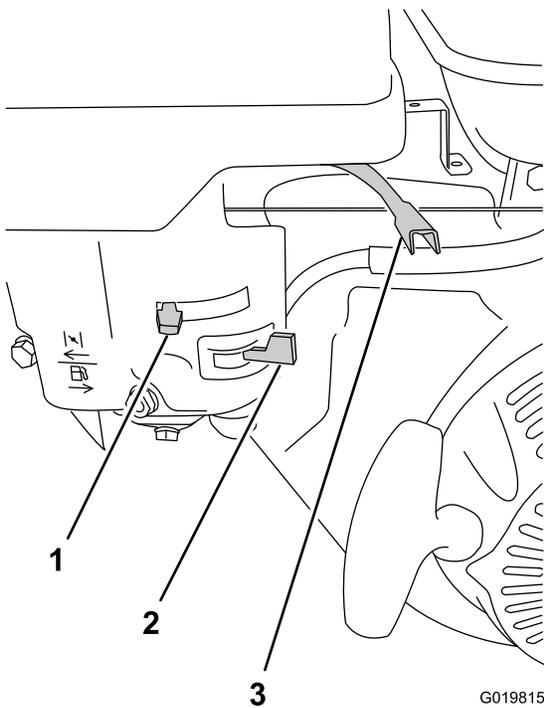

Figura 35
2. Mueva la válvula de combustible a la posición de ABIERTO, totalmente hacia la derecha (Figura 35).
3. Mueva la palanca del estérter a la posición de ACTIVADO (Figura 35).
1. Mueva la palanca del acelerador a la posición MIN (Figura 35).